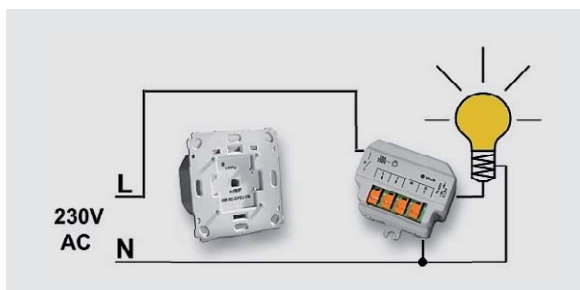

Bild 3: Ausschaltung mit Homematic Funk-Wandsender, 2fach, für Markenschalter, Batteriebetrieb und Homematic Funk-Schaltaktor, Unterputz
Der Schalter wird hier aus der bestehenden Elektroinstallation entfernt und durch den Homematic Funk-Wandsender, 2fach, für Markenschalter, Batteriebetrieb ersetzt. Die Phase „L“ muss bis zur Lampe durchverdrahtet werden. An der Lampe selbst besteht die Möglichkeit, einen Funk-Schaltaktor, Unterputz (❸) zu montieren. Bild 3 zeigt diese Lösung.